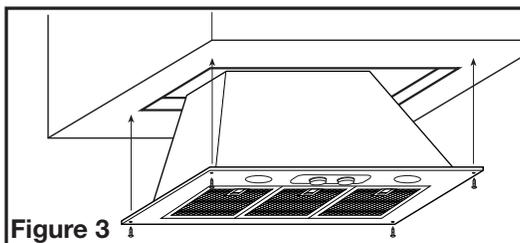

Figure 3
2. Insert the power unit into the hole and secure to liner using the screws provided with the Liner (Figure 3).
2. Insérez l'unité de puissance dans le trou et fixez-la au revêtement utilisant les vis fournies avec le revêtement (Figure 3).